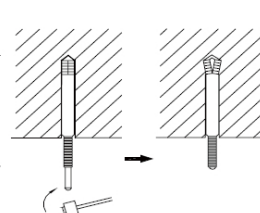

Fig. 7
- (3). Inserte los pernos de anclaje en los orificios taladrados e inserte completamente los pasadores en los pernos de anclaje con un martillo. (Fig. 7)